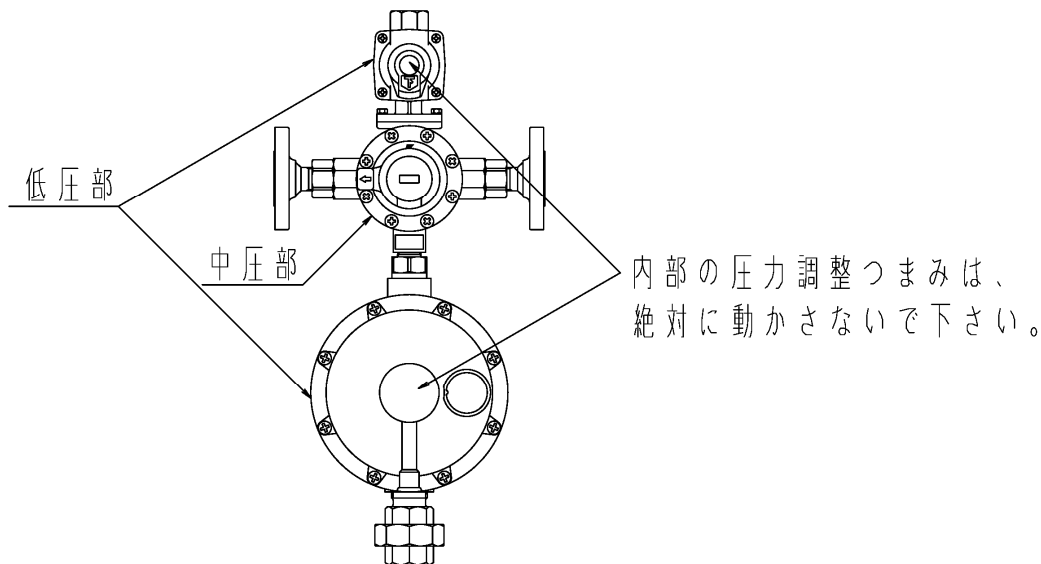

図10
- ②親子式差圧調整器の中圧部と低圧部は、分解せず一体のまま取付けてください。(図10参照)
- ③親子式差圧調整器の供給圧力(調整圧力)の変更は絶対に行わないでください。漏えい検知機能が失われます。
- ④子調整器の出口側ねじ接続部(Rc1/2)の奥に見える白色のフィルターは子調整器内への異物侵入防止のためです。絶対に取り外さないでください。